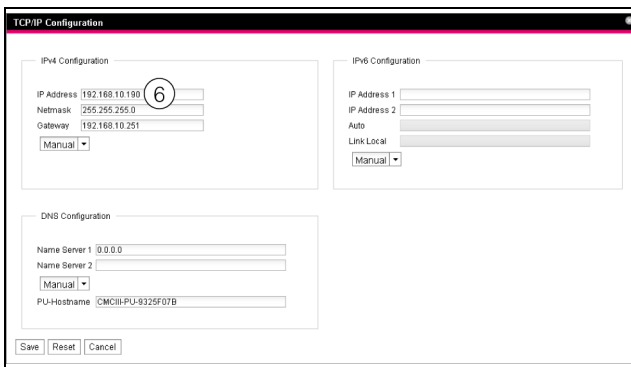

Fig. 11 : adaptation des réglages TCP/IP
- À l'écran **TCP/IP Configuration**, dans le cadre **IPv4 Configuration**, modifier l'adresse IP de l'appareil à une adresse autorisée sur le réseau (fig. 11, pos. 6).